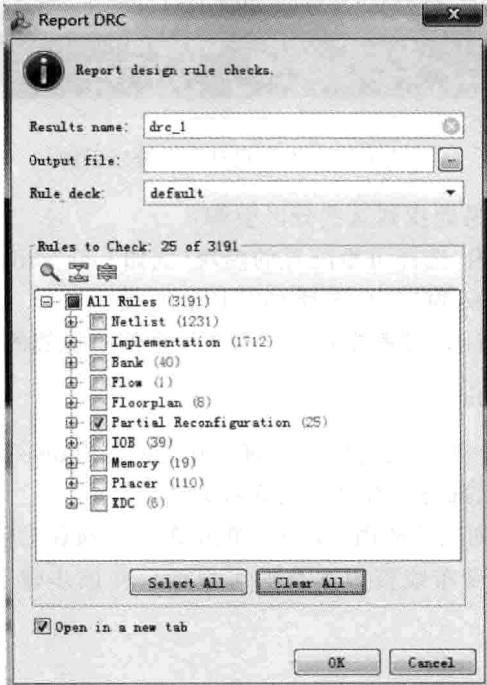

图 7.12 报告 DRC 对话框界面
② 在该点, 加载了所有的设计, 并且为 PR 设置了所有属性。下面可以实现设计。
(7) 运行设计规则检查(Design Rule Checks, DRC), 确保已经满足了部分重配置的要求。在 Vivado 主界面主菜单下, 选择 Tools→Report→Report DRC 打开可用的 DRC 设置。如图 7.12 所示, 读者可以先单击 Clear All 按钮, 不选中所有选项前面的复选框。然后, 再选择 Partial Reconfiguration 前面的复选框。